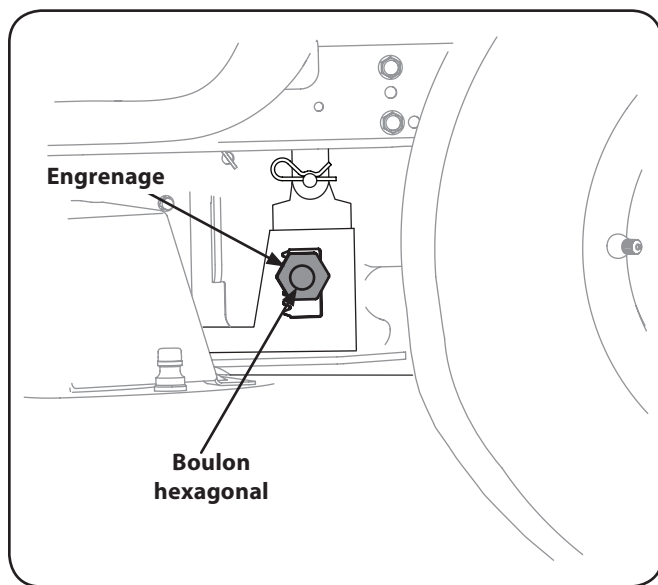

Figure 6-5
3. Desserrez, SANS le retirer, le boulon hexagonal sur le crochet de support avant gauche du plateau de coupe. Consultez la figure 6-5.
4. À l'aide d'une clé, levez ou abaissez le côté gauche du plateau en tournant les engrenages de réglage. Consultez la figure 6-5.
4. Desserrez, SANS le retirer, le boulon hexagonal sur les crochets de support arrière gauche et droit du plateau de coupe. Consultez la figure 6-5.
5. À l'aide d'une clé, levez ou abaissez les côtés gauche et droit du plateau en tournant les engrenages de réglage. Consultez la figure 6-5.